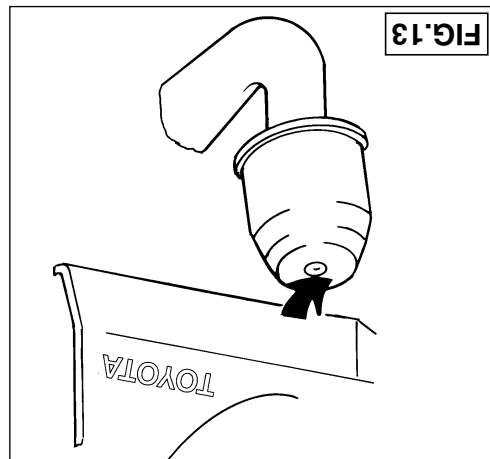
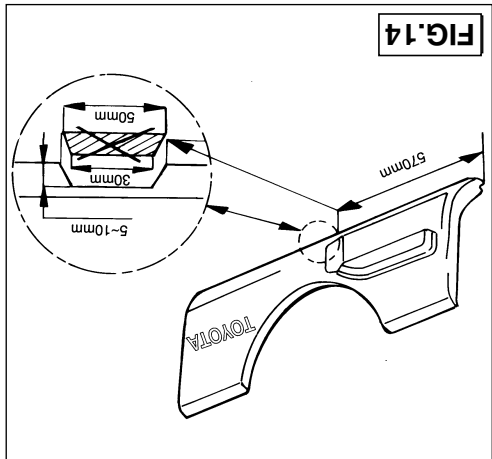

FIG.13
FIG.14
6. Indien het kunststofopzetstuk "welke op het achterportier is gemonteerd" bij het openen van het portier de kogelkap raakt (fig. 13) kan men overeenkomstig fig. 14 een stukje uit het opzetstuk snijden of zagen.
6. If the plastic cover "attached to the hatchback" touches the ball cover when opening (fig. 13), then a piece of the cover can be sawn or cut off as shown in fig. 14.
- Falls das Kunststoffaufsatzstück (das an die Heckklappe montiert ist), beim Öffnen der Klappe die Kugelklappe berührt (Fig.13) kann man gemäß Fig.14 ein Stück aus dem Aufsatzstück schneiden oder sägen.